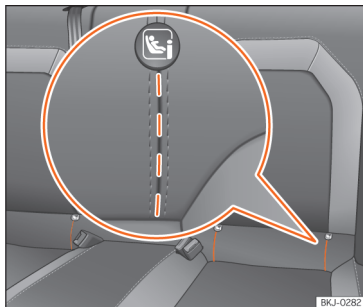

Fig. 35 Banco traseiro: ranhuras recortadas para aceder aos anéis de fixação ISOFIX/i-Size.
A localização dos pontos de fixação ISO-FIX ou i-Size está indicada com um símbolo »» Fig. 35. Em alguns veículos, os anéis estão fixos à armação do banco e noutros ao piso traseiro.
- Proceda previamente à abertura manual do recorte situado atrás das ranhuras marcadas para ter acesso às argolas de fixação »» Fig. 35.